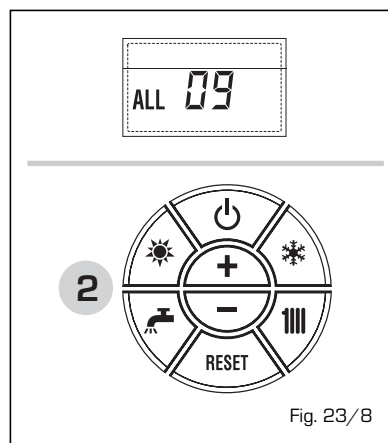

Fig. 23/8
**- ANOMALIA SONDA AUSILIARIA "ALL 10" (fig. 23/9)**
**CALDAIA CON ACCUMULO:** Anomalia sonda bollitore (SB). Quando la sonda bollitore è aperta oppure cortocircuitata, sul display si visualizza l'anomalia ALL 10. La caldaia funziona ma non effettua la modulazione di potenza in fase sanitario.
**CALDAIA SOLO RISCALDAMENTO:** Anomalia sonda antigelo (SA) per le caldaie che prevedono l'utilizzo della sonda antigelo. Quando la sonda è aperta oppure cortocircuitata, la caldaia perde una parte della funzionalità antigelo e sul display si visualizza l'anomalia ALL 10.
**CALDAIA CON ABBINAMENTO IMPIANTO SOLARE:** Anomalia sonda ingresso sanitario (ST). Quando la sonda è aperta oppure cortocircuitata la caldaia perde la funzione solare e sul display si visualizza l'anomalia ALL 10.